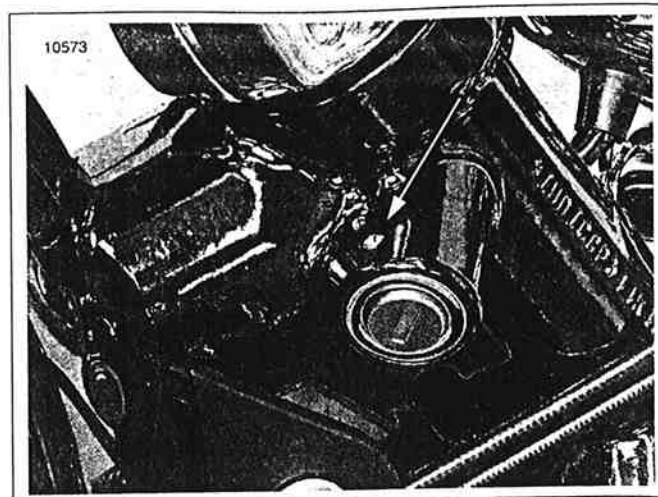
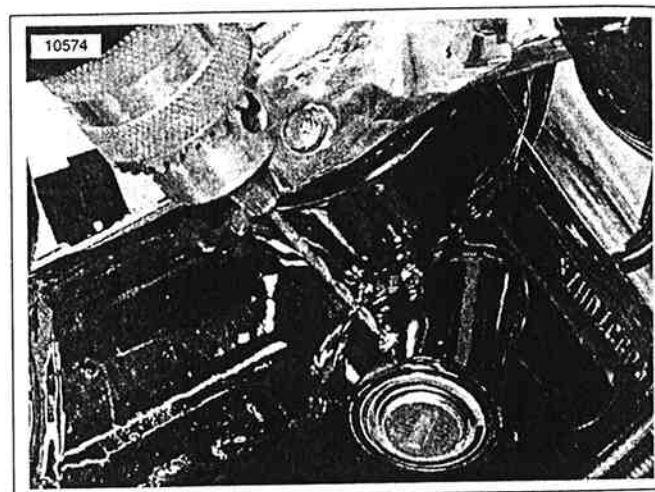

Figura 2-170. Pasador del bloqueo de la horquilla
Figura 2-171. Taladrado del pasador de bloqueo
3. Vea la Figura 2-170. Vea la Figura 2-171. Con una broca de 2 mm (5/64 pulg.), cuidadosamente taladre un agujero en el centro del pasador de bloqueo.